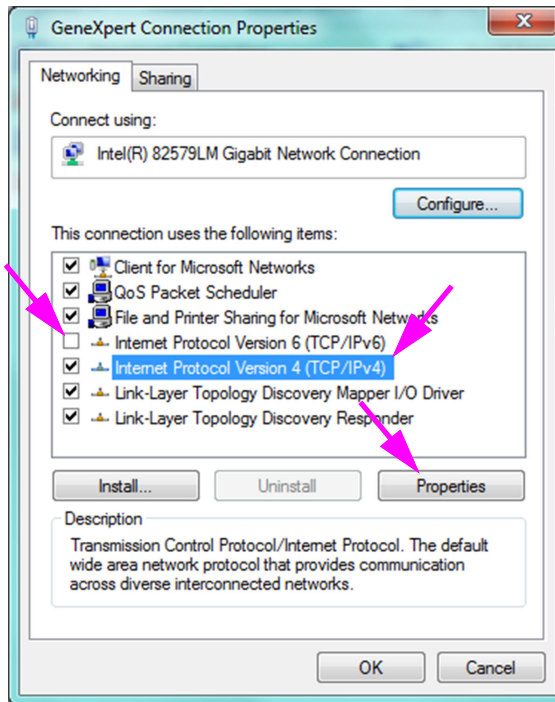

Figura 2-42. Ecranul Proprietăți conexiune GeneXpert
- Pe ecranul Proprietăți conexiune GeneXpert (GeneXpert Connection Properties) (prezentat în Figura 2-42) debifați caseta de lângă **Internet Protocol Versiunea 6 (TCP/IPv6) (Internet Protocol Version 6 (TCP/IPv6))**. Evidențiați **Internet Protocol Versiunea 4 (TCP/IPv4) (Internet Protocol Version 4 (TCP/IPv4))** și apoi faceți clic pe **Proprietăți (Properties)**. Apare ecranul cu proprietățile Internet Protocol Versiunea 4 (TCP/IPv4) (Internet Protocol Version 4 (TCP/IPv4)).